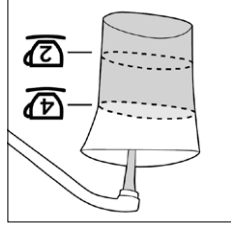

Figura 4
- Para 2 porciones de espresso, llene la jarra para medir agua hasta la marca que indica 2 tazas (2) y vierta dentro del depósito de agua (Figura 4).
- Para 4 porciones de espresso, llene la jarra para medir agua hasta la marca que indica 4 tazas (4) y vierta dentro del depósito de agua (Figura 4).